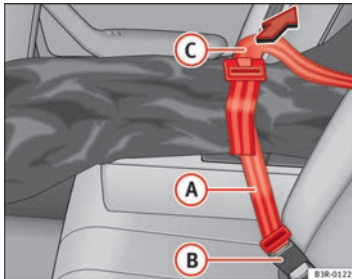

Abb. 127 Sicherung der Durchladeeinrichtung am Gurtschloss
- Den Sicherungsgurt **A** ⇒ Abb. 127 des Sackes in das mittlere Gurtschloss **B** stecken.